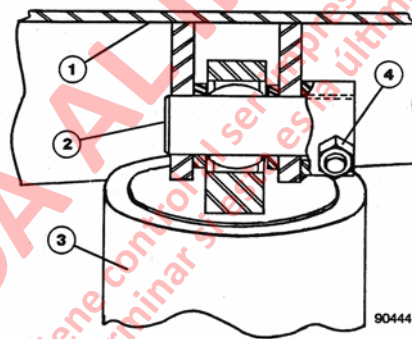
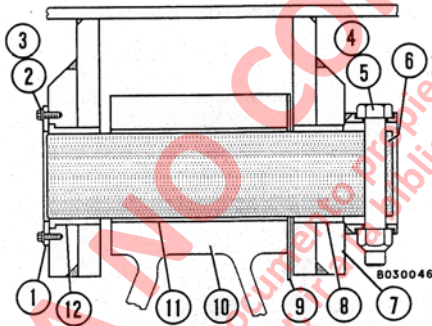

FIGURA 3-2. MONTAJE DEL CILINDRO DE ELEVACION (SUPERIOR)
FIGURA 3-3. PASADOR DE PIVOTE DE LA TOLVA
4. Saque el tornillo de retención del pasador (4, Figura 3-2) de cada uno de los ojales superiores de montaje del cilindro de elevación. Con todos los medios apropiados sujetando los cilindros de elevación en su lugar, saque cada uno de los pasadores de montaje (2, Figura 3-2).
5. Saque los tornillos (2, Figura 3-3) y las golillas de seguridad (3) y retén (1) de cada pasador de pivote.
6. Saque los tornillos (4, Figura 3-3) y las tuercas de seguridad (5) de cada pasador de pivote.
7. Ponga un accesorio en el soporte bajo la tolva para ayudar a sujetar el pasador de pivote de la tolva a medida que se retira. Saque los pasadores de pivote de la tolva (6) lo suficiente como para que se salgan las cuñas (9). No es necesario sacar completamente los pasadores a menos que se vaya a colocar pasadores nuevos.
9. Inspeccione los bujes (8, 11 y 12), asas de la tolva (7) y pivote del chasis (10) para detectar si están desgastados o dañados.
2. Instale las cuñas (9, Figura 3-3) en ambos pivotes de la tolva, según se requiere, para llenar los espacios exteriores y centrar la tolva sobre el pivote del chasis. **No coloque cuñas en el interior.** Se requiere por lo menos una cuña en el extremo externo de ambos pivotes del chasis.
3. Si no está montado todavía, instale el retén (1) y tornillos (2) para sujetar el buje (12) en su lugar. Apriete los tornillos con un torque de **40 ft.lbs. (55 N.m).**
4. Alinee el orificio del pasador de pivote (6) con el orificio del tornillo del retén del pasador (parte de la asa del pivote de la tolva (7)), y empuje el pasador de pivote a través de las cuñas (9), el pivote del chasis (10) y el buje del pivote (8, 12) en cada extremo del pivote de la tolva.
5. Instale el tornillo (4) a través de cada pasador y apriete las tuercas (5) con un torque de **2028 ft.lbs. (2750 N.m).**
6. Alinee los bujes del ojal de montaje superior del cilindro de elevación con el orificio a través de la tolva, alinee el tornillo de retención (4, Figura 3-2), orificio y monte el pasador.